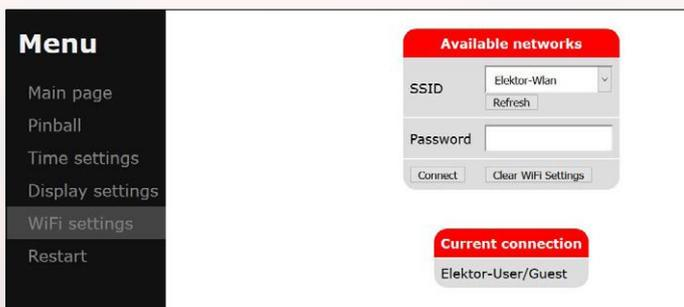

Figure 6. Menu de la connexion Wi-Fi.
- **WiFi settings** (**fig. 6**) affiche les réseaux disponibles. Le nom du